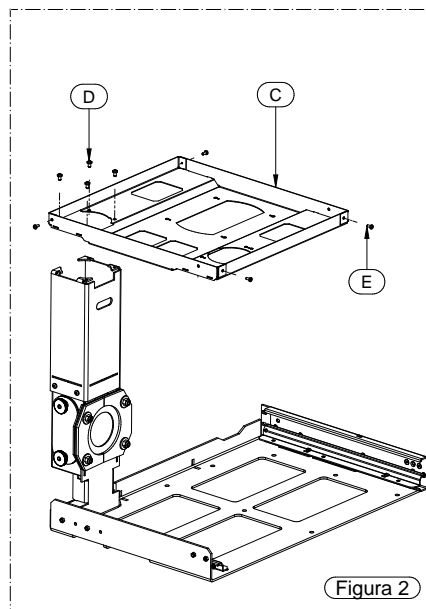
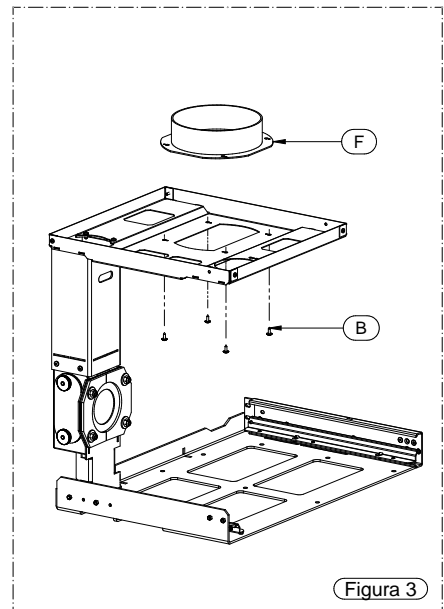
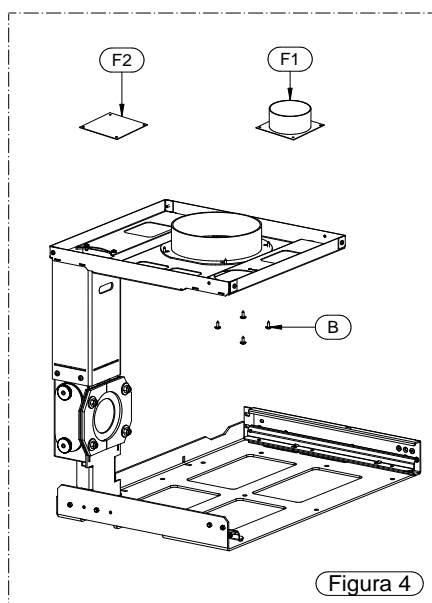

Figura 2
Figura 3
Figura 4
Fissare la base fissa con tasselli ad espansione d'acciaio di D.10 mm (non forniti) come indicato nella Figura 1. La quantità di tasselli da usare è in funzione al tipo di supporto su cui si installa l'inserto, seguire a tal proposito la dima di foratura riportata nella Figura 2. Se il supporto risulta essere non compatto si consiglia di rifare il supporto in calcestruzzo ove fissare il basamento in modo stabile. In seguito riposizionare l'inserto sopra la base (Figura 3), ruotare infine di 90 gradi in senso anti orario il blocco anti estrazione (Figura 4).
- 2) Fissare saldamente il Kit supporto e caricamento al pavimento con tasselli ad espansione d'acciaio di D.10 mm garantendo che la quota A sia maggiore della quota B (vedi Figura 2). Si consiglia vivamente di verificare che il pavimento dove vengono fissati i tasselli sia compatto e adatto a supportare l'eventuale trazione data dall'estrazione dell'inserto per il caricamento e procedere poi ad assemblare la base fissa al "Kit supporto e caricamento".
- Fissare le 2 viti (E) TC+3,9X9,5 al supporto C, fissare poi il supporto C alla staffa A attraverso le 4 viti (D) TC+4,8X16 (Figura 2).
- Assemblare poi il collare (F) con le viti in dotazione B (vite TBFR+3.9x13). Attenzione: è molto importante installare il collare come indicato nella Figura 3.
- Se non si vuole canalizzare l'aria, fissare la flangia (F2), presente sul sacchetto accessori, con le viti in dotazione B direttamente sul corpo dell'inserto. Se si vuole utilizzare la canalizzazione fissare il collarino (F1), presente sul sacchetto accessori, sul supporto (C) attraverso le viti in dotazione B, (Figura 4).
Il pannello comandi può essere portato all'esterno della struttura prevista per l'inserto e installato a muro, in quanto viene dotato di un cavo di collegamento di lunghezza totale di 3 metri. Può essere installato all'interno della botola di caricamento nel caso si acquistasse il Kit rapido fisso, come indicato nella Figura 3.